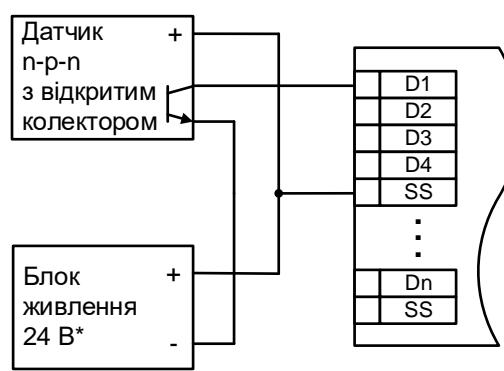

Рисунок 5.8 – Схема підключення датчиків н-п-н типу з відкритим колектором
- транзисторний ключ типу n-p-n (див. рисунок 5.8);